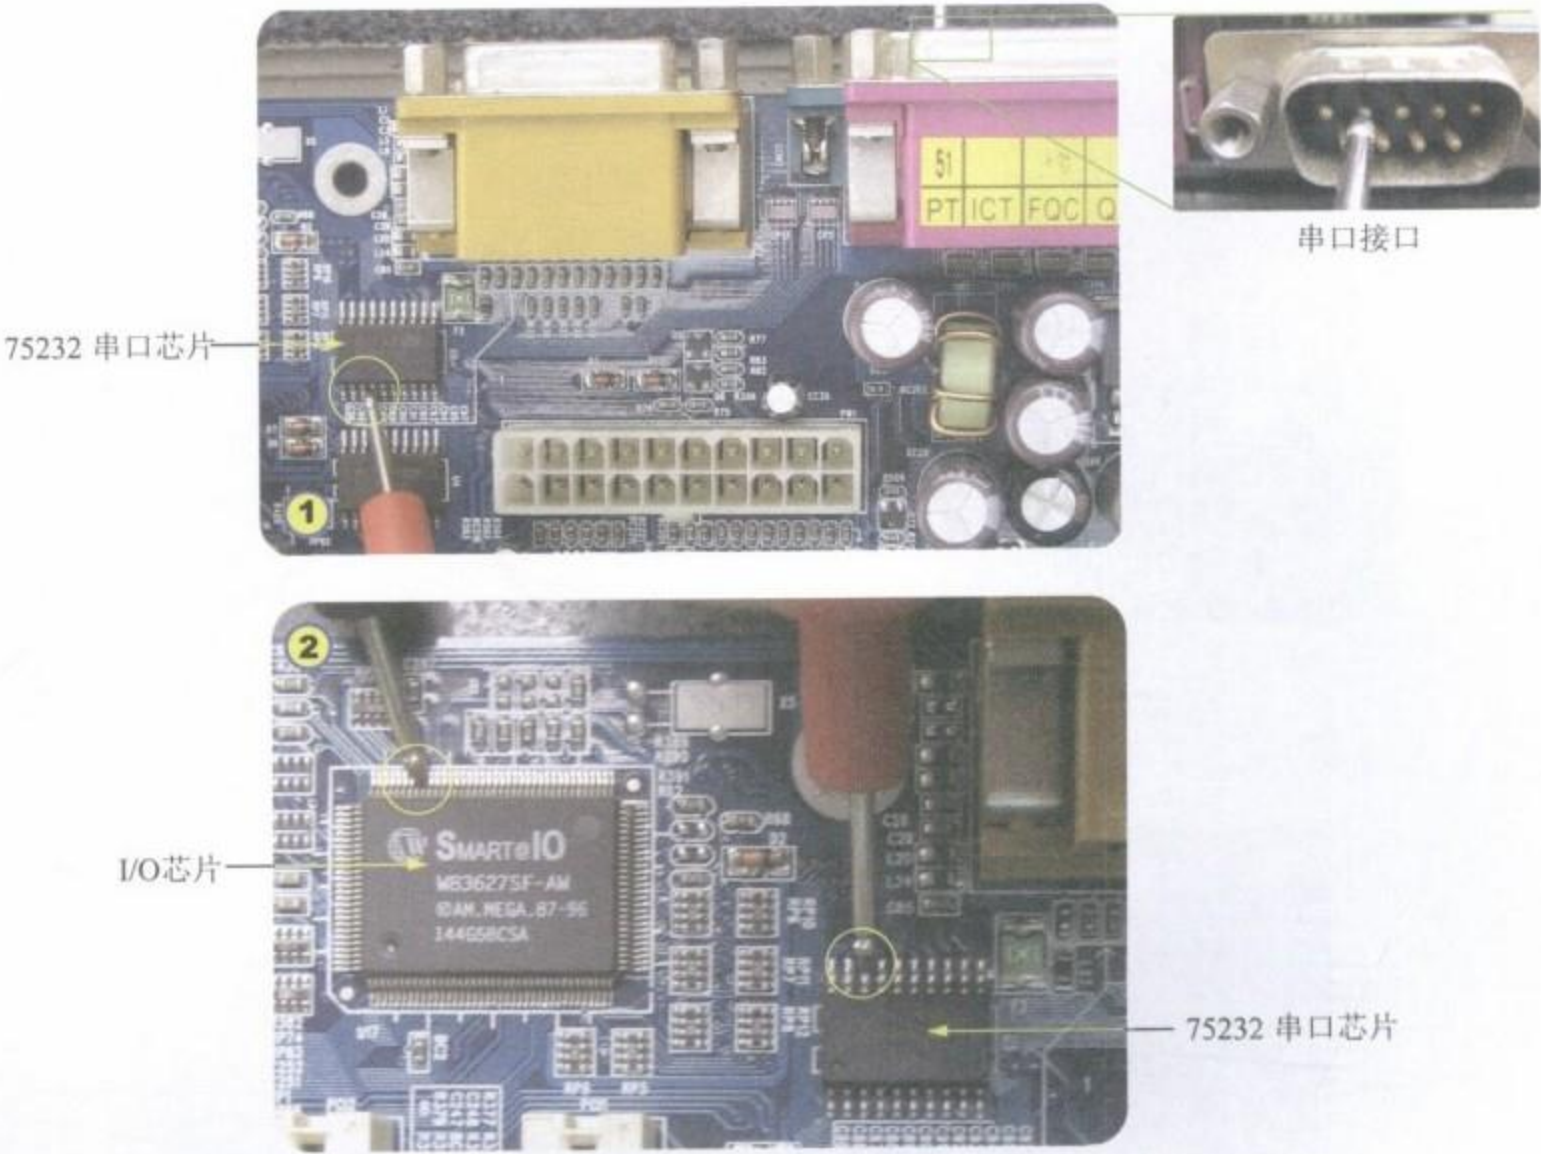

图5-42 测量串口插座到I/O芯片的线路
Step 05 测量串口插座的第2~9针脚到串口管理芯片和串口管理芯片到I/O芯片的线路，如图5-42所示。